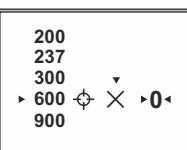

Рис.7
- Максимальное количество запоминаемых дистанций для пристрелки – пять (рис.7).
- Для удаления дистанций выберите пункт (см. рис.7). Нажмите энкодер для удаления.